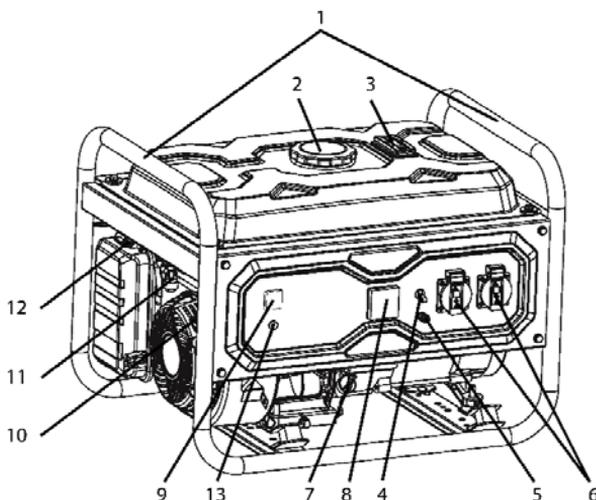
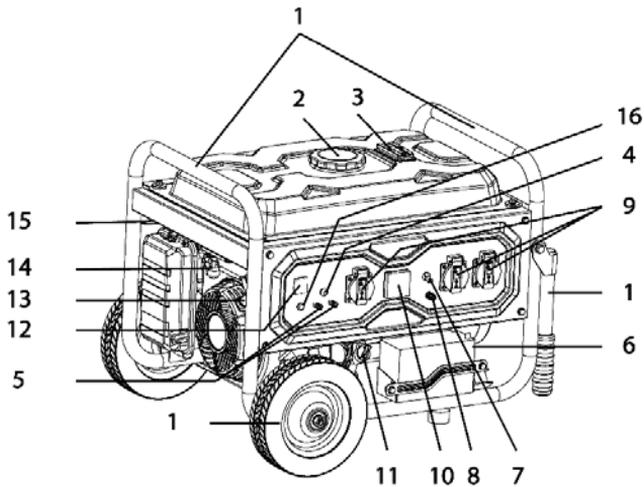

Рис.1
Рис.2
- Викрутіть щуп рівня оливи (7) (Рис. 1) або (11) (Рис. 2) з горловини та залийте оливу, періодично перевіряючи рівень оливи;
- Відкрутіть кришку паливного бака (2) (Рис. 1) та (Рис. 2);
- Встановіть лійку (2) в горловину паливного бака (1) і залийте необхідну кількість